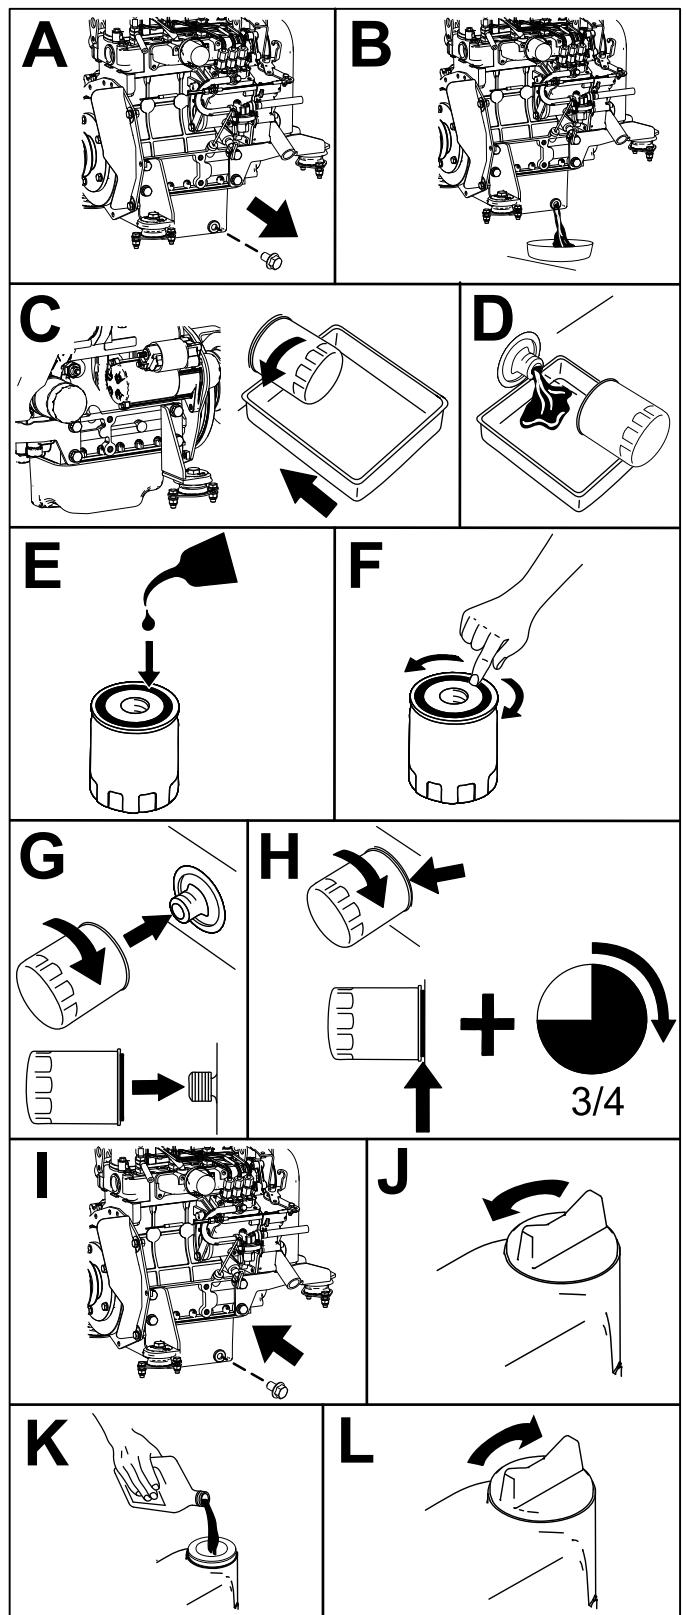

Figura 57
6. Substitua o óleo do motor e o filtro do óleo como se mostra na Figura 57.